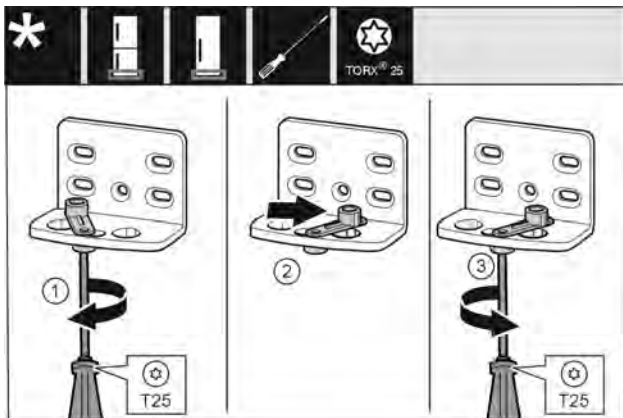

Fig. 23
- ▶ Открутите винт отверткой T25. Fig. 23 (1)
- ▶ Приподнимите фиксатор двери и поверните в отверстие на 90° направо. Fig. 23 (2)
- ▶ Затяните винт отверткой T25. Fig. 23 (3)